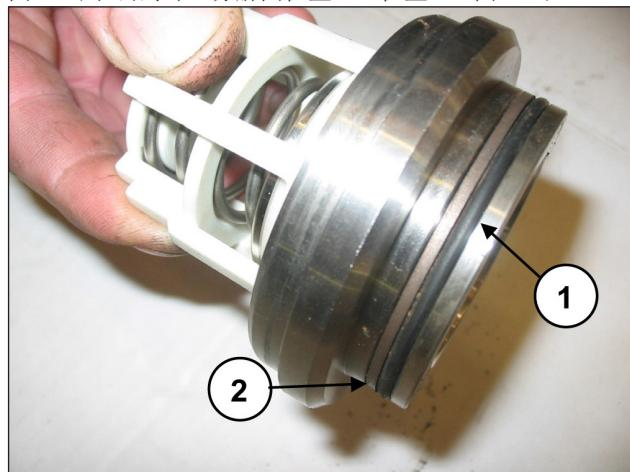

图 106
在排出阀座上安装O形环，分解图位置5 (位置①，图 106) 和密封环，分解图位置15 (位置②，图 106)。